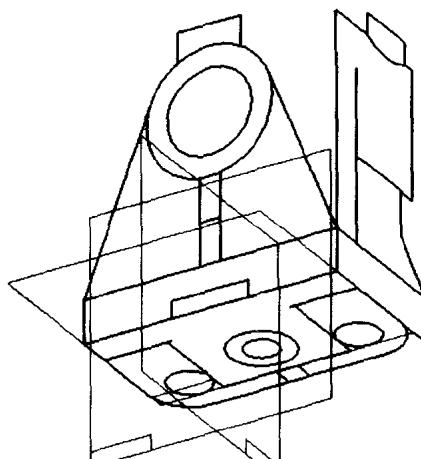

图 1-35
15. 单击 按钮结束二维草图，返回零件设计环境（如图 1-35 所示）。